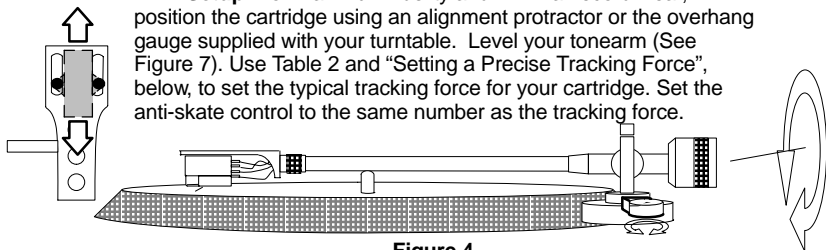
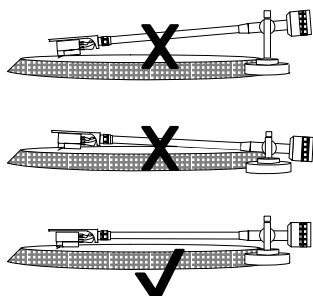

Figure 4
Figure 7. Level Tonearm
Hi-Fi Setup: For maximum fidelity and minimal record wear, position the cartridge using an alignment protractor or the overhang gauge supplied with your turntable. Level your tonearm (See Figure 7). Use Table 2 and "Setting a Precise Tracking Force", below, to set the typical tracking force for your cartridge. Set the anti-skate control to the same number as the tracking force.
- **Hi-Fi-Einrichtung (Abbildung 4):** Für höchste Klangtreue und minimalen Verschleiß der Schallplatte den Tonabnehmer mit einer Überhangmeßschablone oder einer Überhangjustierlehre (im Lieferumfang des Plattenspielers enthalten) platzieren. Den Tonarm nivellieren (Siehe Abbildung 7). Die für den Tonabnehmer übliche Auflagekraft anhand von Tabelle 2 und „Einstellung einer genauen Auflagekraft“ weiter unten einstellen. Den Antiskating-Regler auf den gleichen Wert wie die Auflagekraft einstellen.
Siehe Abbildung 7.
- **Configuration Hi-Fi (figure 4) :** Pour maximiser la fidélité et minimiser l'usure des disques, positionner la cellule à l'aide du rapporteur d'alignement ou de la jauge de dépassement fourni(e) avec la platine. Mettre le bras de lecture à niveau (voir figure 7). Se reporter au tableau 2 et à la rubrique «Réglage d'une force d'appui précise» ci-dessous pour régler la force d'appui type de la cellule. Régler l'antiskating à la même valeur que la force d'appui.